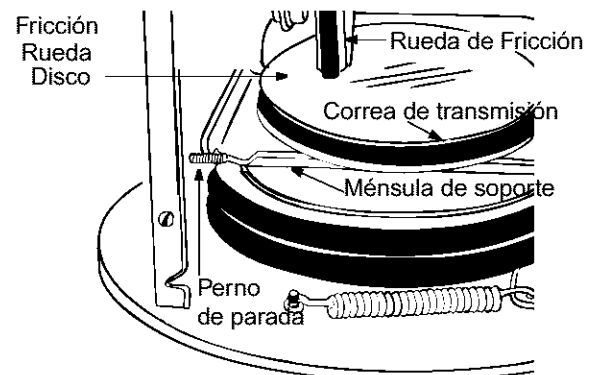

Figura 15
3. Utilizando una llave, afloje la tuerca en el perno de parada hasta que la ménsula de soporte se apoye sobre la polea de la barrena. Ver Figura 15.
4. Deslice la correa entre la rueda de fricción y el disco de la rueda de fricción. Ver Figura 15. Retire y reemplace el perno. Vuelva a montarlos en orden inverso.
**NOTA:** La ménsula de soporte debe apoyarse sobre el perno de parada después de que se ha ensamblado la nueva correa. Ver Figura 15.